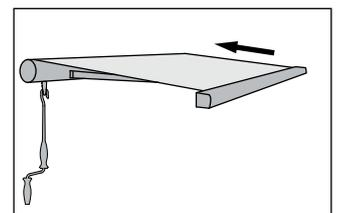

Abb. 2
**i** Die Getriebebremse kann nicht punktgenau eingestellt werden. Sollte im ausgefahrenen Zustand das Markisentuch durchhängen (Abb. 1), die Markise so weit wieder einfahren, dass das Tuch gespannt ist (Abb. 2).